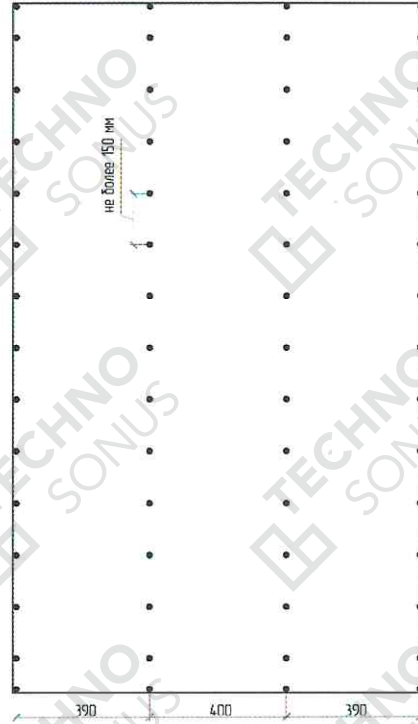

Рисунок 21 – Схема расположения саморезов при двухслойной облицовке ГКЛ3
6.15. Установить и закрепить финишный слой листов АкустикГипс ГКЛЗ. Важно соблюдать разбег между швами первого и второго слоя. Швы первого и второго слоя должны отстоять друг от друга минимум на 400 мм. Шаг саморезов не более 15 см по основному профилю (см. Рисунок 21). Первый лист не должен начинаться с утоненной кромки от угла и не должен заканчиваться ей же. Стыковка листов АкустикГипс ГКЛЗ возможна только по утоненной кромке или по подрезанному краю. Не допускается стыковка утоненной кромки и отрезного края. Швы между листами не заполняются виброакустическим герметиком Сонетик. Для фиксации финишного (второго) слоя АкустикГипс ГКЛЗ применяются саморезы ТС-XTN F 3,9x41. Шляпка самореза не должна быть утоплена в слой гипса более чем на 1 мм. Саморезы должны отстоять от края утоненной кромки листов на расстоянии не менее 10 мм и продольной (отрезной) кромки – не менее 15 мм.